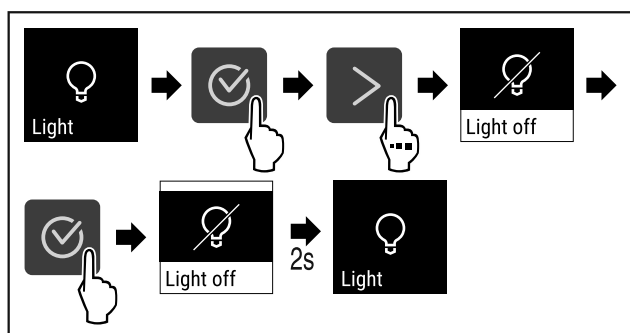

Fig. 85
- ▶ Suivre les étapes (voir Fig. 85) .